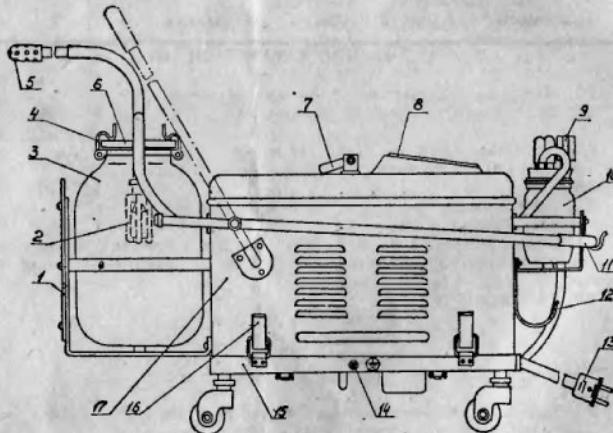

Рис. 1. Общий вид отсасывателя.
4.1.1. Съемный блок включает в себя кожух 17 (рис. 1), который при
4.1.4. Наконечники 5 (см. рис. 1) служат для непосредственного отсасывания жидкости, которая по шлангу, в результате разрежения, создаваемого вакуум-насосом, поступает в банку-сборник 3. Наконечники имеют различную конфигурацию и применяются в зависимости от характера отсоса.
При классе защиты 01 перед подключением к сети аппарат обязательно заземлить, для чего заземляющий провод одним концом присоединить к шине заземления, другим — к аппарату к клемме заземления 14 (см. рис. 1).
- 7.2. Включить штепсельную вилку 13 (см. рис. 1) в электросеть с напряжением 220 В.
- б) завернуть регулировочный колпачок 9 (см. рис. 1) до отказа;
- 7.5. Соединить наконечник со шлангом, идущим от крышки 6 (см. рис. 1).
- 8.2. Установить регулировочным колпачком 9 (см. рис. 1) требуемое при отсасывании разрежение. При отворачивании колпачка разрежение будет уменьшаться.
в) проверить состояние и чистоту резинового кольца предохранительного клапана 2 (см. рис. 1) и плотность соединения корпуса клапана с трубкой крышки. Проверить состояние резиновой прокладки крышки бани 6 и исправность замков 4.